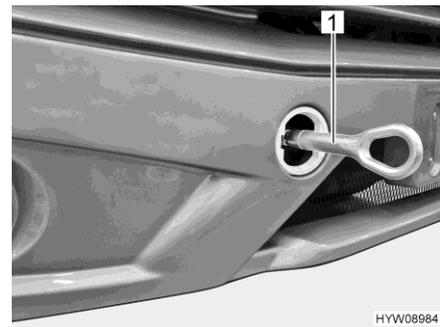

Fig. 29 Œillet de remorquage (monté)
- Monter l'œillet de remorquage (Fig. 29,1) selon les instructions du mode d'emploi du véhicule porteur.